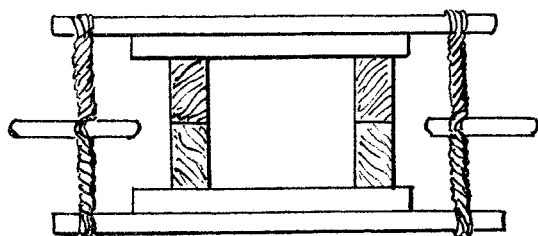

FIG. 2
b) La deuxième méthode consiste à se fabriquer des serre-joints en s'inspirant de la figure 2. Le serrage est obtenu en torsadant une ficelle comme pour tendre la monture d'une scie de menuisier. Le gros inconvénient de ce système c'est qu'il n'est guère variable en épaisseur tout au moins rapidement. Si donc, on a l'intention de coller toutes les tranches en même temps, il y aura lieu de préparer à l'avance des cales correspondant aux épaisseurs des planches. On commencera par serrer les 2 premières tranches en mettant toutes les cales, on préparera ensuite la tranche suivante, puis on la mettra sur les deux premières en enlevant une cale et ainsi de suite, ce qui n'est pas un travail excessif mais constitue tout de même une complication par rapport à la méthode précédente.